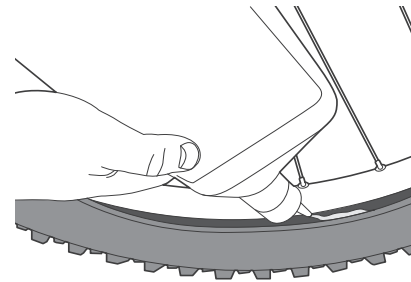

Figura 20. Vierta el producto de sellado en la sección abierta de la cubierta.
3. Vierta el sellante en la sección abierta de la cubierta (Figura 20). Consulte la cantidad recomendada indicada en el recipiente.